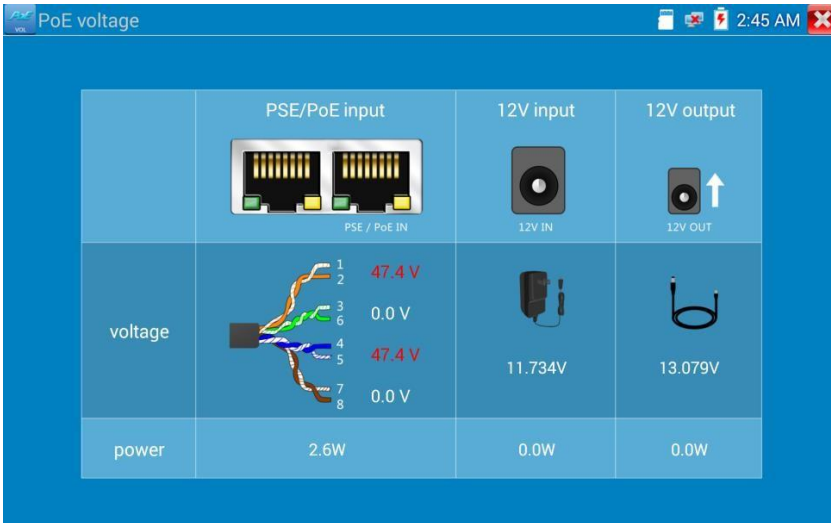

Рис. 112 Интерфейс приложения «PoE тестер»
4. На экране отобразится напряжение (красным шрифтом, в вольтах) на пронумерованных парах. Ниже этой диаграммы отобразится потребляемая устройством мощность в Ваттах, рис. 112